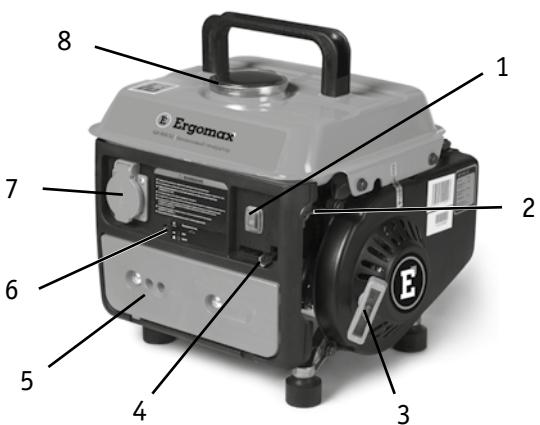
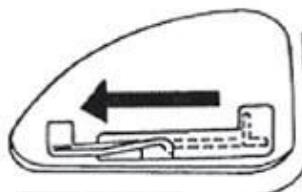

Рис. 1.1
Рис. 3.2
Внешний вид генератора и расположение элементов управления представлено на **рис. 1.1** и **1.2**.
1. Открутите крышку топливного бака (8) (**рис. 1.1**) и проверьте уровень топлива.
- Переведите выключатель двигателя (1) в положение «ВКЛ» (**рис. 1.1**).
- Передвиньте рычаг воздушной заслонки (4) до упора влево (**рис. 1.1**), как показано на схеме (**рис. 3.2**). Если двигатель теплый, оставьте рычаг в прежнем положении.
- Потяните на себя рукоятку стартера (3), пока не почувствуете натяжение шнура стартера, затем резко дерните рукоятку на себя (**рис. 1.1**). Повторите несколько раз до пуска двигателя.
3. Подсоедините оборудование к розетке переменного тока (7) (**рис. 1.1**).
**ВНИМАНИЕ!** При превышении максимально допустимой нагрузки (см. п. 7 «Технические характеристики») предохранитель (6) отключится автоматически и разъединит цепь переменного тока. В этом случае для продолжения работы, необходимо сначала устранить причину перегрузки, а потом вновь перевести предохранитель в положение «ВКЛ».
Для аварийной остановки двигателя просто поверните выключатель двигателя (1) в положение «ВЫКЛ» (**рис. 1.1**).
1. Выключите все электроприборы, подключенные к генератору, и вытащите вилку из розетки переменного тока (7) (**рис. 1.1**).